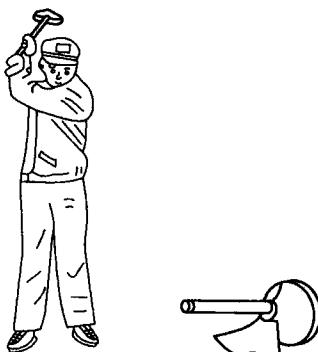

图 2-10 横向抢打站立姿势
(2) 起锤 身先站立带动双臂握锤贴着身体外侧，将锤从身前下方送至身后上方举起。举锤姿势与竖向抢打基本相同，如图 2-10 所示。这时面部不再正对锤桩，但仍要以双目注视锤桩。